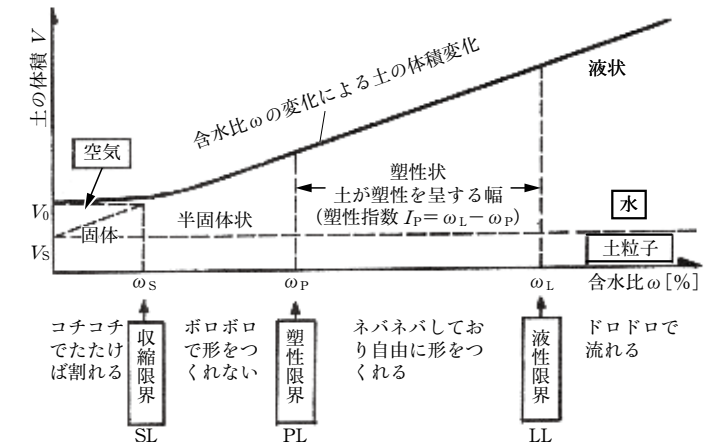

図1-4 コンシステンシー①の状態説明図
- ③力学試験以外の室内試験として、よく行われるものに下記の試験がある（表1-5、図1-4）。
注1：コンシステンシーとは、土が土中の水の量（含水比）によって軟らかくなったり、硬くなったりする性質を表す。この状態変化の状況を図1-4に示す。